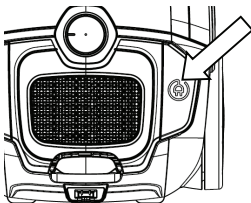

Рис. 7
Нажмите кнопку перемотки (7), чтобы втянуть кабель питания в отсек для кабеля (Рис. 7).